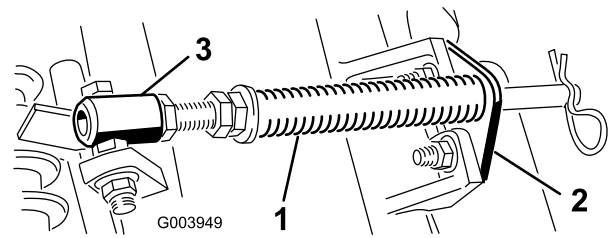

图 4
- A. 拆下把杆支架固定到滚刀组凸耳上的 2 个车身螺栓和螺母图 4。
B. 拆下将弹簧套管栓固定到承载架凸耳(图 4)上的凸缘螺母拆下组件。
注意 将螺栓头朝向凸耳外侧如图 4 所示。